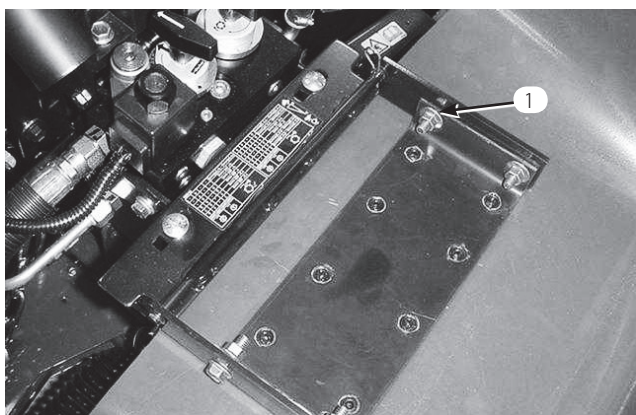

図 42
2. フードのピボット部をブラケットに固定しているコッター・ピンを抜き取る (図42)。